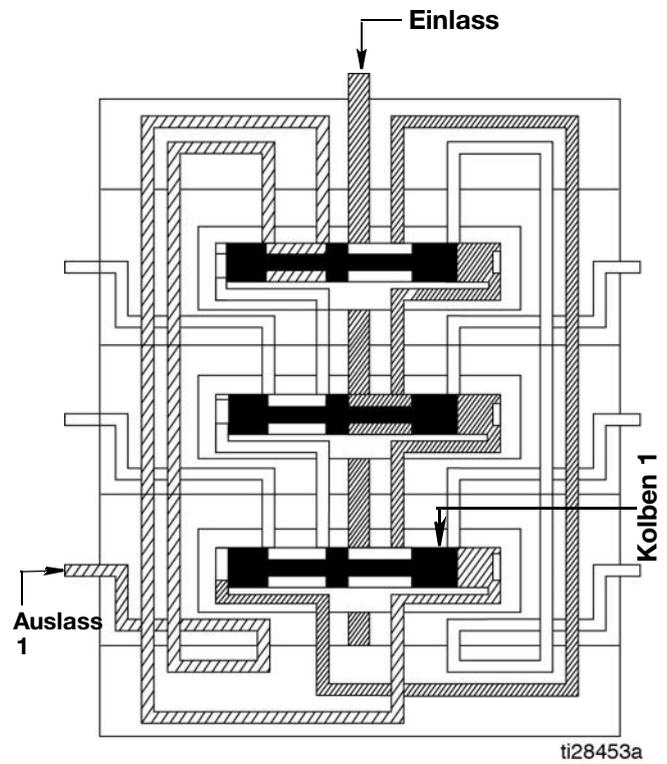

ABB. 10
3. Kolben 1 öffnet sich und fördert Schmiermittel zu Ausgang 1 (ABB. 10).